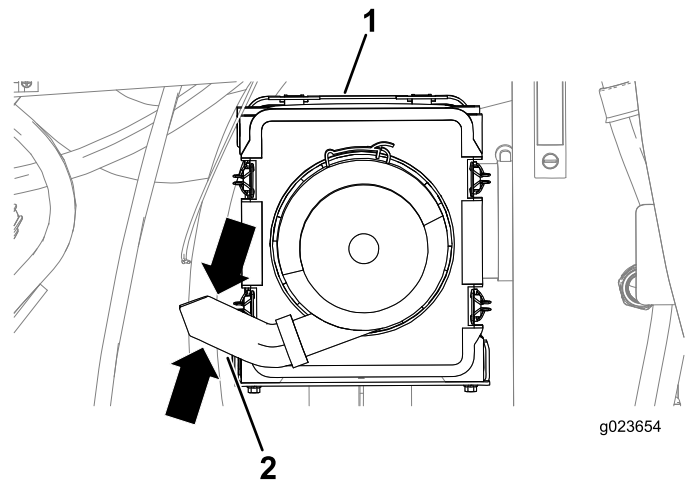

Figure 84
3. Serrez les côtés de la valve sur le couvercle du filtre à air pour évacuer l'eau, la poussière ou les saletés éventuellement accumulées sur la valve (Figure 84).